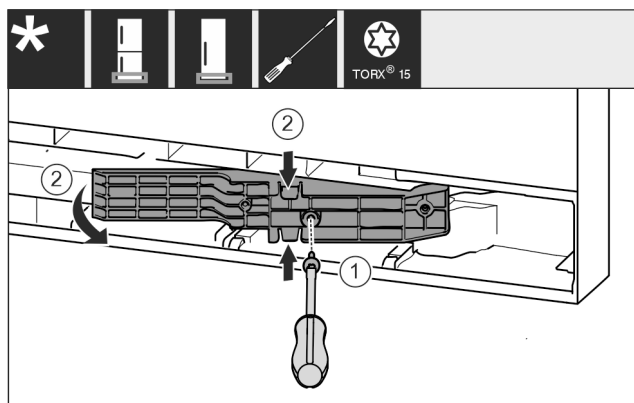

Fig. 16 *
- Šroubovákem T15 uvolněte šrouby. Fig. 16 (1)*
- Vytáhněte adaptér. Fig. 16 (2)*